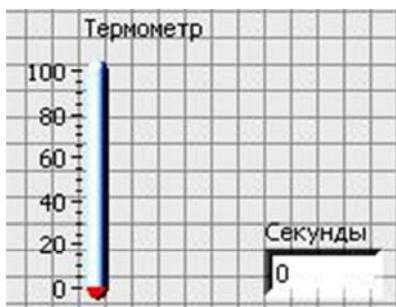

Рис. 4.1. Лицевая панель
1. Откройте новый ВП и создайте лицевую панель, как показано ниже на рис. 4.1.